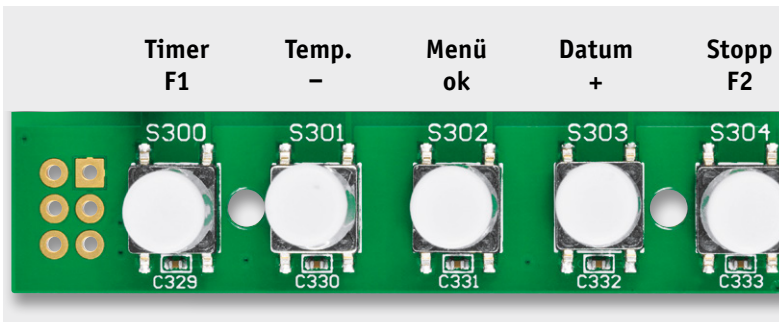

Bild 8: Die Tasten und Funktionen bei der MKLU1
Neben den direkten Tastenfunktionen (Bild 8) sind einige Funktionen über die einzelnen Menüpunkte zu erreichen. Das Menü des MKLU1 ist durch einen langen Tastendruck von mehr als eine Sekunde über die Taste S302 (OK) zu öffnen.